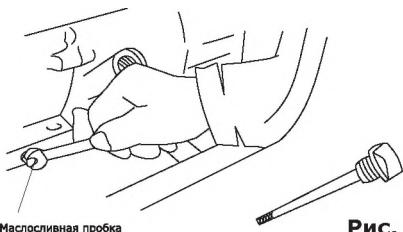

Рис. 14
- Найдите месторасположение маслосливной пробки (рис. 14).
- Очистите поверхность около сливной пробки (рис. 14).
- Отверните маслосливную пробку и слейте масло (рис. 14).